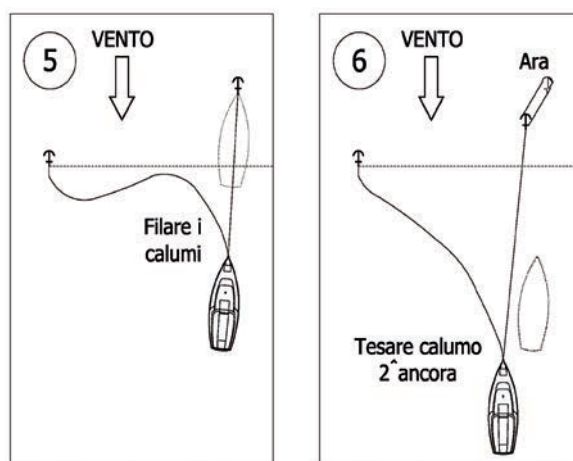

Figura 5
6. Appena avvertiamo una discreta trazione tesando il calumo della seconda ancora lasciamo filare entrambi i calumi di entrambe le ancore avendo cura che non si intreccino (Figura 5).